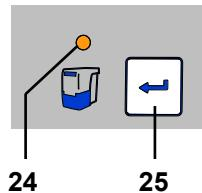

Fig. 8
- ⇒ Appuyer sur la touche Entrée (25) (le compteur qui saisit la périodicité est remis à zéro).
- ◆ Le voyant du tiroir à poussière (24) s'éteint.
**Si le tiroir à poussière n'est pas vidé, le voyant du tiroir à poussière (24, Fig. 8) reste allumé.**